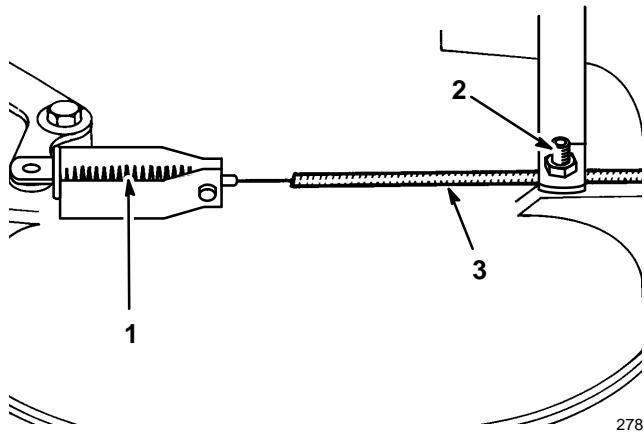

Figure 29
2. Afloje el tornillo de la abrazadera del cable hasta que el conducto del cable del freno se deslice (Fig. 29). Hale el cable para tensarlo, pero sin llegar a tensar el resorte. Apriete el tornillo para trabar el ajuste.